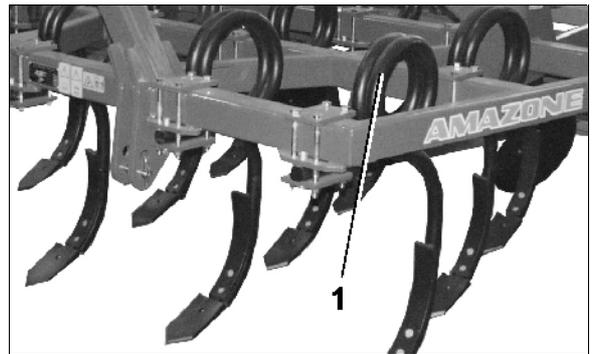

Fig. 12
- **Dientes de acero redondo (Fig. 12/1)**